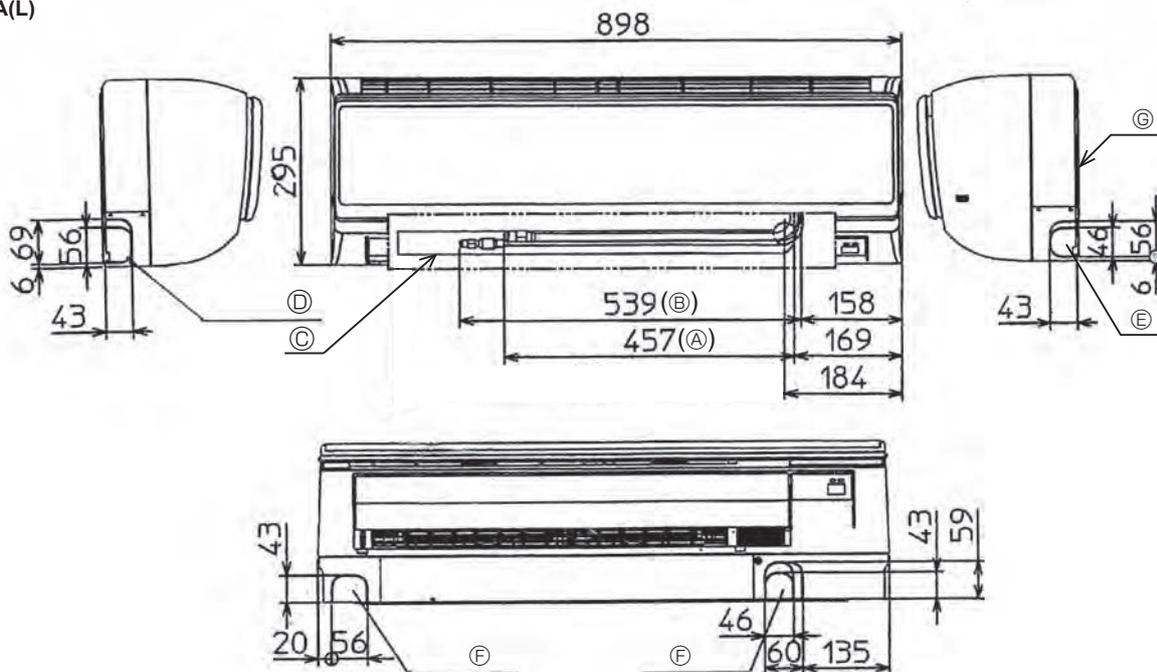
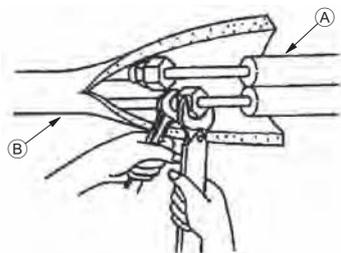

Fig. 4-3
Fig. 4-4
4.4. Розташування труби холодоагенту та дренажної труби (Fig. 4-3)
- Ⓖ Монтажна плата ①
4.5. Труба холодоагенту (Fig. 4-4)